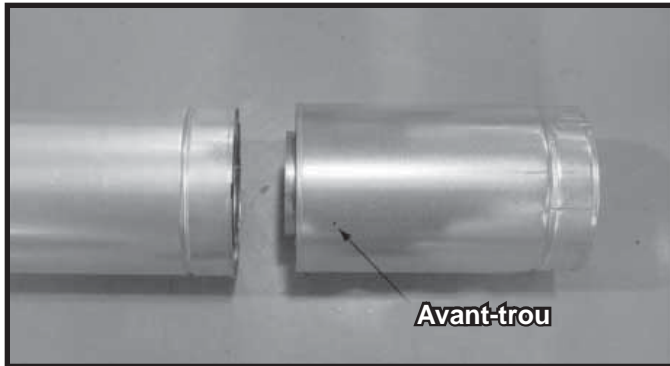

Figure 10.6 Avant-trous de la section coulissante
- Glisser le conduit intérieur de la section coulissante dans le conduit intérieur de la section du tuyau et le conduit extérieur de la section coulissante située au-dessus du conduit extérieur de la section du tuyau. Voir la Figure 10.6.